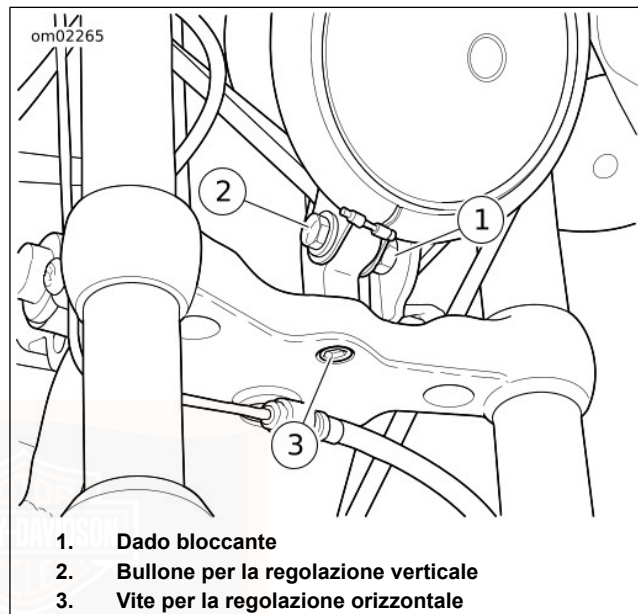

Figura 63. Regolazione del faro anteriore: XL1200C, XL1200CP, XL1200CA, XL1200CB, XL1200CX, XL1200V, XL1200X
- a. Vedere Figura 63. Allentare la vite per la regolazione orizzontale (3).
- a. Allentare il dado bloccante (1) del bullone per la regolazione verticale.